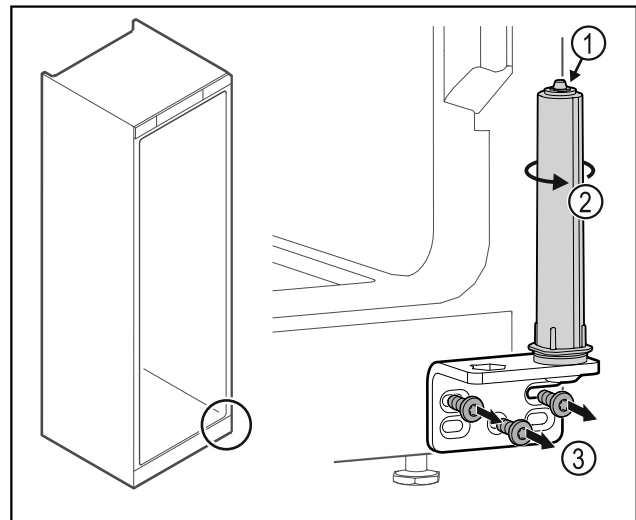

Fig. 34
- Ne pas désassembler le système de fermeture de la porte Fig. 34 (1).
- Tourner le système de fermeture Fig. 34 (2) jusqu'à entendre un clic.
- Dévisser l'équerre de la charnière Fig. 34 (3).